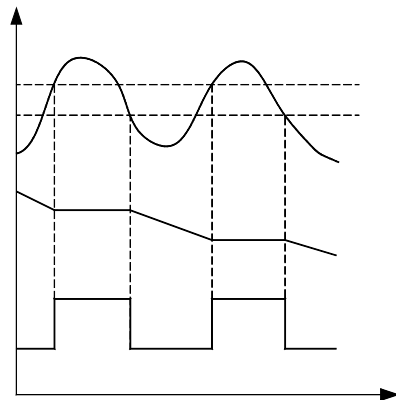

图 7-14 过压失速保护示意图
- 若过压保护有效, 则变频器暂停减速, 保持输出频率不变, 则能量回馈停止, 直至直流母线电压降低至过压失速电压下限值以下, 重新开始减速。减速时过压失速保护过程如图 7-14 所示。